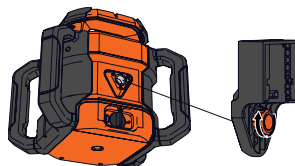

Figure 28
1. Insérez la vis de montage du support du laser dans le filetage latéral de 5/8 po-11 de l'unité et serrez. (Figure 28)